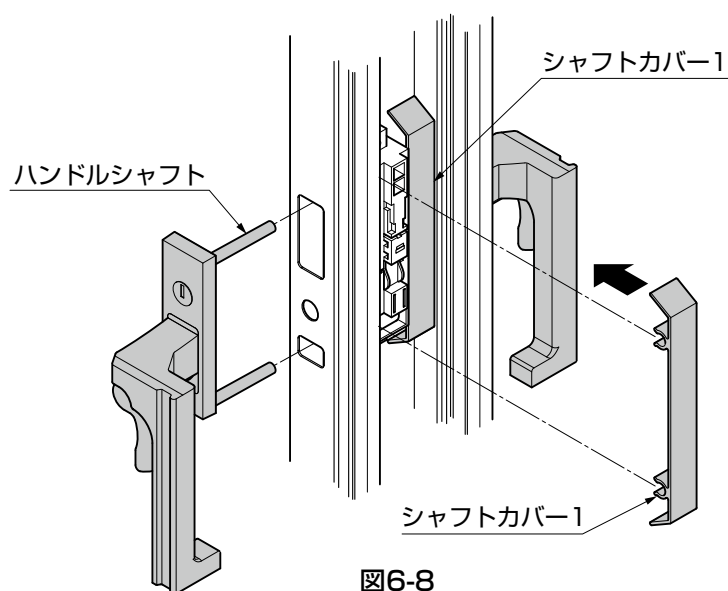
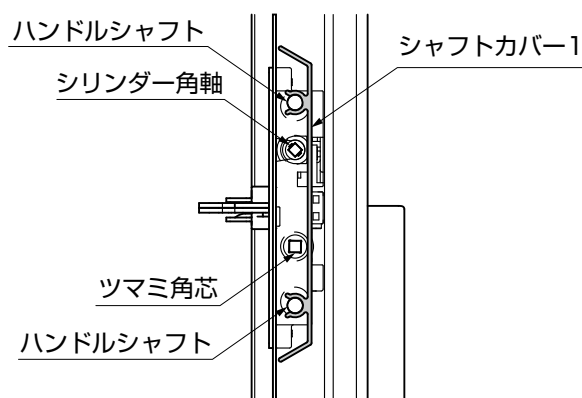

図6-8
図6-9
- ①シャフトカバー 1 を先に入れてから錠のハンドルシャフトを挿入してください。(図6-8、図6-9参照)